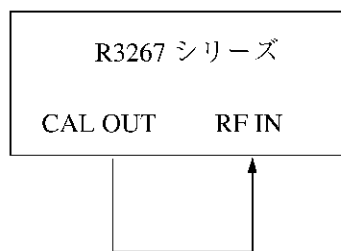

図 6-1 位相誤差測定接続図 (GSM)
1. R3267 シリーズを図 6-1 のように接続します。